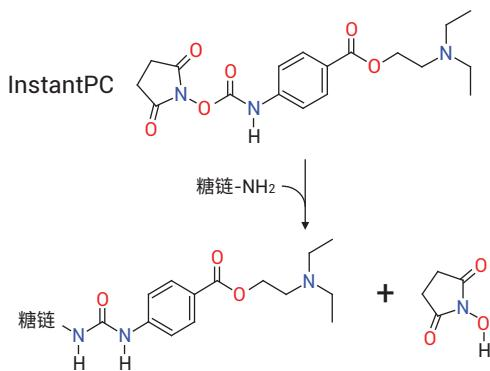

图 1. mAb 释放的 InstantPC 标记 N-糖链示意图
糖基化在许多生物过程中起着重要的作用。它还会对治疗效果、稳定性、药代动力学和免疫原性产生影响¹。糖链表征通常会涉及到 NMR、HPLC 或质谱 (MS) 等技术。由于糖链在组成和结构方面十分多样，并且很难采用电喷雾电离，因此基于质谱方法的糖链表征具有挑战性。InstantPC 是一种 ProZyme Inc. 推出的新型荧光标签 (图 1)，已开发用于改善 N-糖链分子的 MS 电离效果和检测灵敏度。